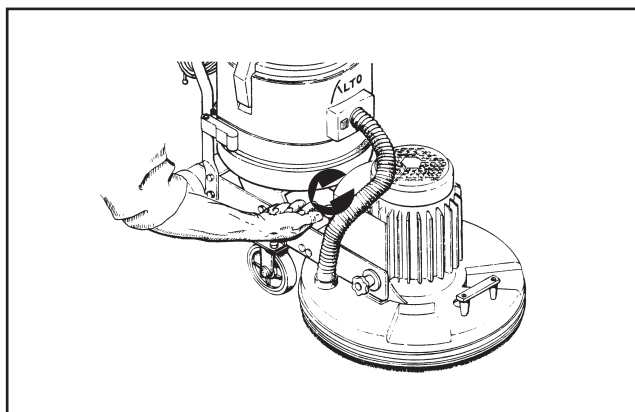

Figura 16
3. Afloje la presión del cabezal hasta que el pie de goma deje de tocar la unidad principal. (Vea la Figura 16) Apriete hasta que el pie de goma toque la unidad principal. Ajuste según sea necesario haciendo funcionar la máquina, luego realice los ajustes hacia arriba o hacia abajo hasta obtener la acción de lijado deseada.